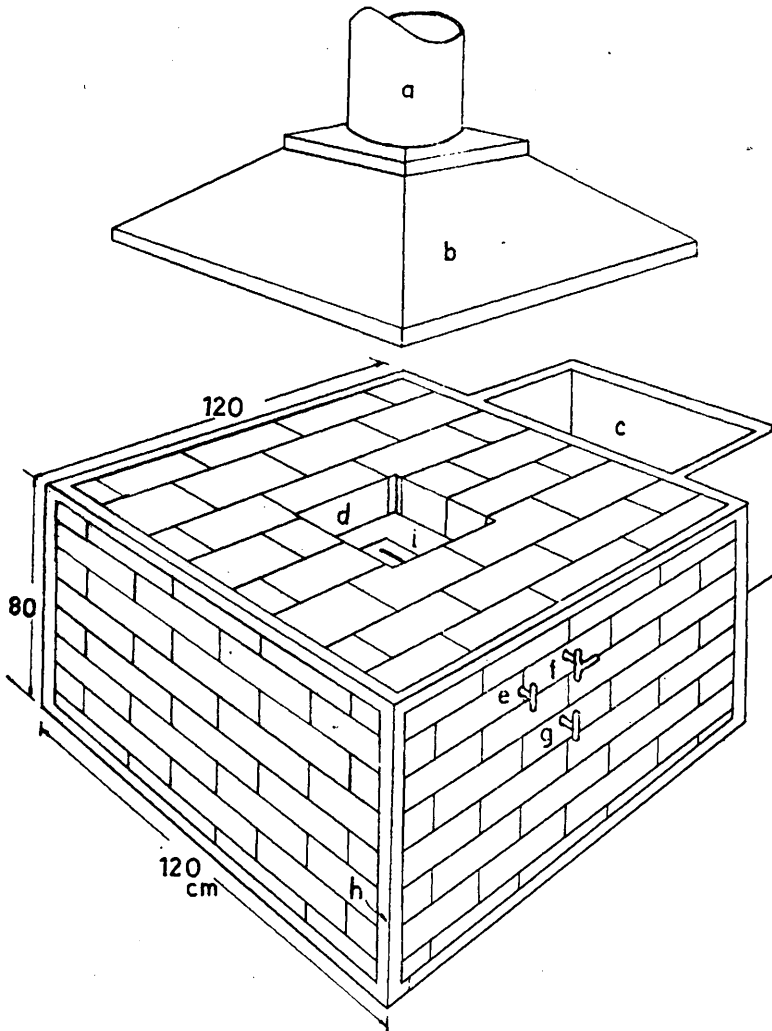

Fig. 3 — Forja.
**Forja** — As forjas são classificadas em dois tipos fundamentais: fixas e portáteis. Para a oficina rural, atualmente, preconiza-se a forja fixa, da qual pode-se ter uma idéia na fig. 3.